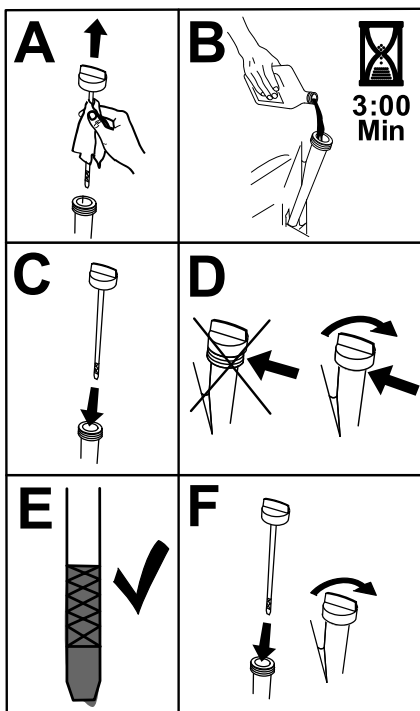

Figure 43
6. Versez lentement environ 80 % de l'huile spécifiée dans le tube de remplissage, puis faites l'appoint lentement jusqu'à ce que le niveau atteigne le repère maximum (Full) (Figure 43).